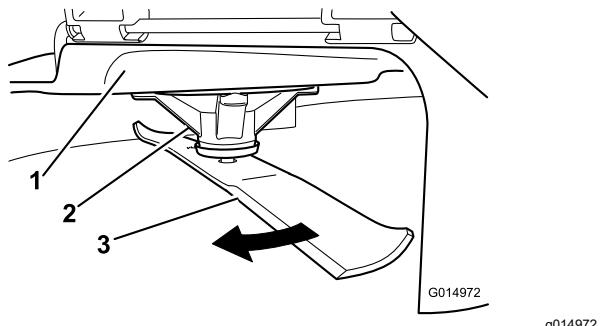

Figura 72
- Llevando guantes fuertemente acolchados u otro tipo de protección apropiada para las manos, gire lentamente la cuchilla hasta una posición que permita medir la distancia entre el filo de corte y la superficie nivelada en la que descansa la máquina (Figura 72).